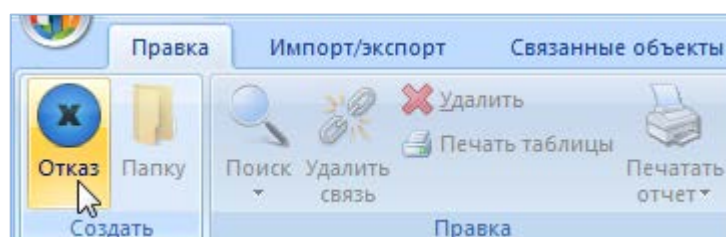

Рис. 13-278 – Вкладка «Правка»
3) Щёлкнуть клавишей мыши в рабочем окне «Отказы», затем нажать кнопку «Отказ» панели «Создать» (рис. 13-278).